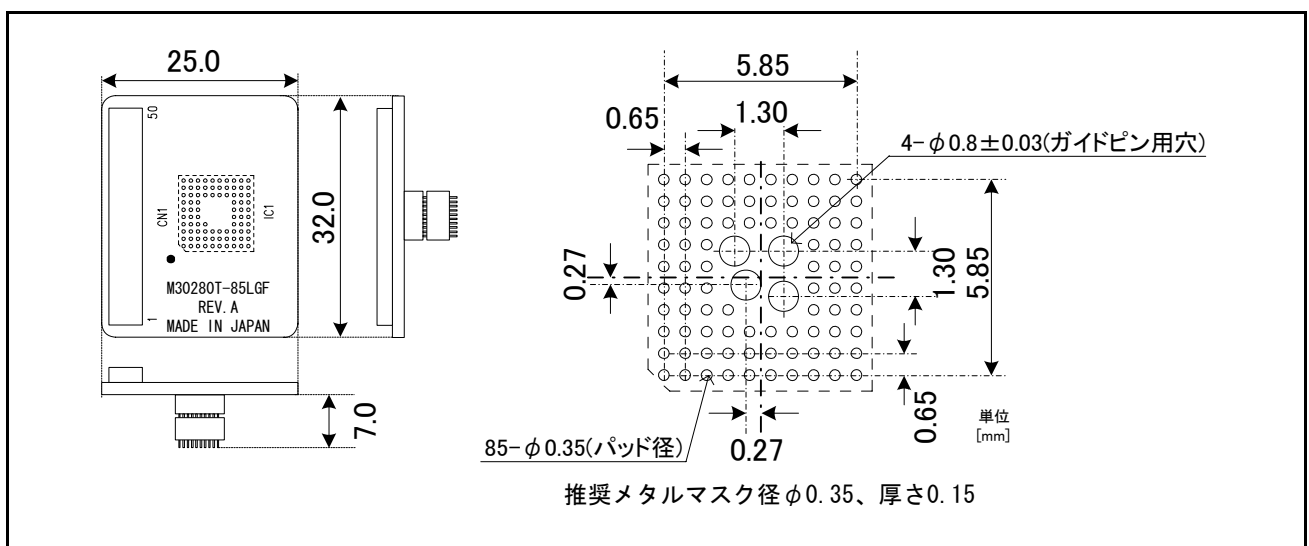

図5 M30280T-85LGF 寸法図及び参考フットパターン
7. M30280T-85LGF寸法図及び推奨フットパターン(図5参照)